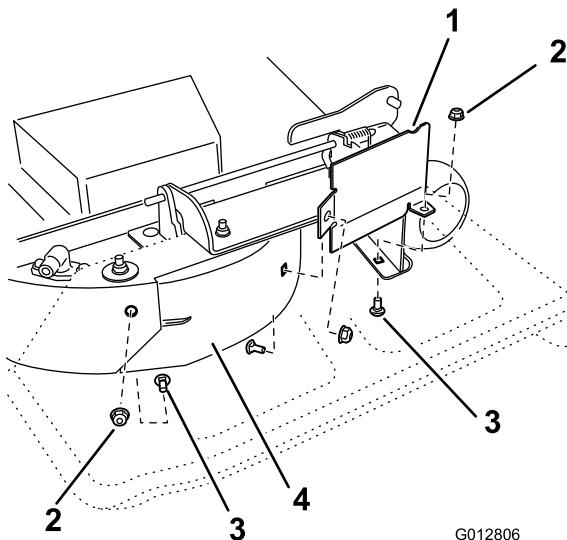

Figura 33
8. Rimuovete il bullone a testa tonda (5/16 x 3/4 poll.) e il dado di bloccaggio (5/16 poll.) che fissano il deflettore al lato posteriore del piatto di taglio (Figura 33).
9. Localizzate la protezione del deflettore davanti all'apertura di scarico laterale. Rimuovete gli elementi di fissaggio che assicurano la protezione del deflettore e il deflettore destro al piatto di taglio come illustrato nella Figura 33. Rimuovete la protezione del deflettore e conservate gli elementi di fissaggio.